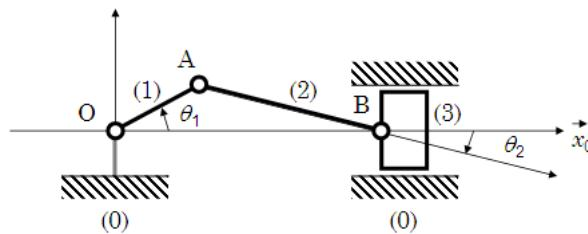

FIG. 4: Schéma de compresseur classique.
La figure 4 présente certains éléments de la modélisation du système de compression : la rotation autour de O du volant manivelle (1) par rapport au bâti (0) est paramétrée par l'angle  $\theta_1$ , celle autour de B de la bielle (2) est paramétrée par l'angle  $\theta_2$  que fait cette dernière avec l'axe  $\vec{x}_0$ . En B se trouve une articulation entre la bielle et le piston (3) dont la translation rectiligne est paramétrée par la distance OB, notée  $x_3$ . On pose  $OA = e$ , (c'est l'*excentrique*) et  $AB = \ell$ .